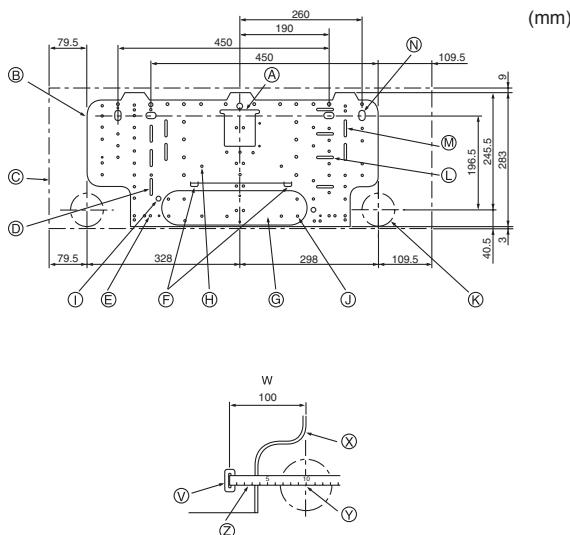

Fig. 3-1
3.1. De muurbevestigingsmal aanbrengen (Fig. 3-1)